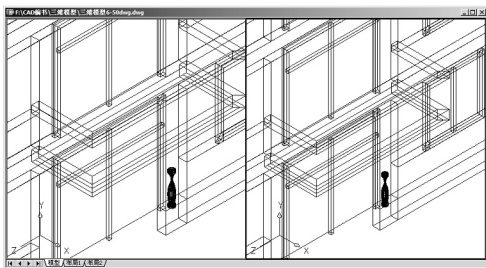

图 6.50 垂直平铺两个视口
- (1) 执行菜单栏中的【视口】|【两个视口】命令,在**输入配置选项 [水平 (H)/垂直 (V)]<垂直>**:提示下,按 Enter 键执行尖括号内的默认值“垂直”,表示将要垂直平铺两个视口,结果如图 6.50 所示。